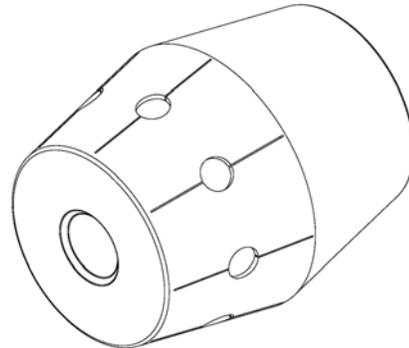
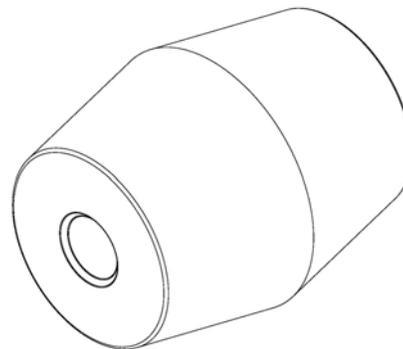

Figure 36 Cartouche amortisseur – Type A
Figure 37 Cartouche amortisseur – Type B
Les cartouches de type A (Figure 36) comportent huit (8) trous de 3 po [75 mm] à la périphérie de la moitié avant du cylindre. Les cartouches de type B (Figure 37) sont équipées d'une paroi de cylindre fixe avec trois (3) événements sur l'extrémité arrière.